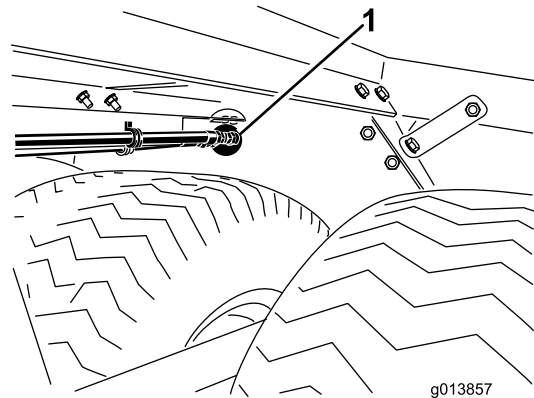

Bild 2
7. Stellen Sie sicher, dass die Zulauf- und Auslaufanschlusstücke und die Befestigungshalterung der Schlauchführung ungehindert in die runden Löcher in der Chassissrückwand passen (Bild 2).